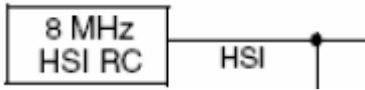

图 5-44 HIS 高速内部时钟
1. HSI 是高速内部时钟，RC 振荡器，频率默认为 8MHz，时钟树的截图如下图 5-44 所示：